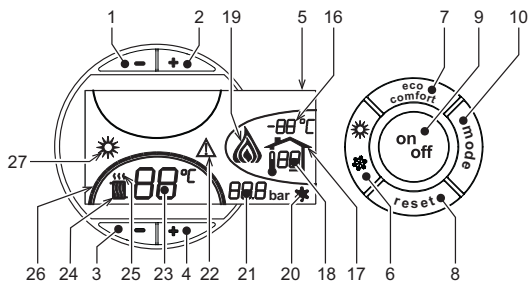
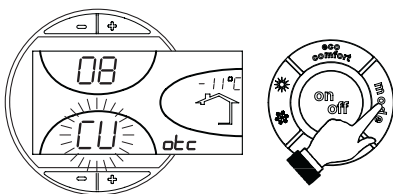
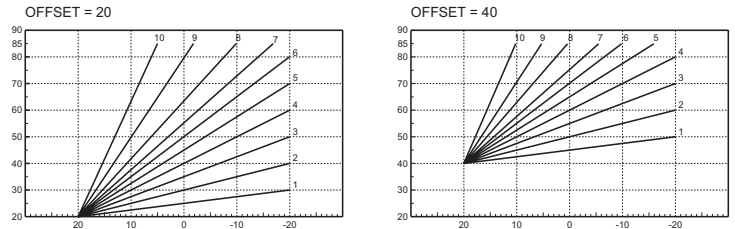

рис. 1 - Панель управления
рис. 9 - Кривая погодозависимого регулирования
рис. 12 - Пример параллельного смещения кривых погодозависимого регулирования
Нажмите клавишу on/off (поз. 9 - рис. 1) в течение 1 секунды.
Для повторного включения котла снова нажмите клавишу on/off (поз. 9 рис. 1) в течение 1 секунды.
- Нажмите кнопку ВКЛ/ВЫКП (9 - рис. 1)
Нажмите клавишу Лето/Зима (поз. 6 - рис. 1) на 1 секунду.
На дисплее высвечивается символ "Лето" (поз. 27 - рис. 1). При этом котел будет вырабатывать только воду для ГВС. Остается активная система защиты от замерзания.
Для выключения режима "Лето" вновь нажмите клавишу Лето/Зима (Поз. 6 - рис. 1) на 1 секунду.
Температура в системе отопления регулируется в пределах от 30 °С до 80 °С с помощью клавиш (поз. 3 и 4 - рис. 1); однако, не рекомендуется эксплуатировать котел при температуре ниже 45 °С.
Температура в системе ГВС регулируется в пределах от 10°С до 65°С с помощью клавиш (поз. 1 и 2 - рис. 1).
При наличии датчика температуры наружного воздуха (опция) на дисплее панели управления (поз. 5 - рис. 1) отображается измеряемая этим датчиком температура. При этом система управления котлом работает в режиме "Плавающая температура". В этом режиме температура воды, подаваемой в систему отопления, регулируется в зависимости от климатических условий внешней среды с тем, чтобы обеспечить максимальный комфорт и экономию энергетических ресурсов в течение всего года. Так, при повышении внешней температуры понижается температура подачи воды в систему отопления, что производится по определенной "кривой погодозависимого регулирования".
С переключением на режим "Плавающей температуры" показатель температуры, устанавливаемый клавишами (дет. 3 и 4 - рис. 1) соответствует максимальной температуре подачи воды в систему отопления. Рекомендуется задавать максимальное значение температуры с тем, чтобы позволить системе регулировать ее по всему рабочему диапазону.
При однократном нажатии клавиши Режим (поз. 10 - рис. 1) на дисплее высвечивается текущая кривая погодозависимого регулирования (рис. 9), которую можно изменить с помощью клавиш задания температуры воды ГВС (поз. 1 и 2 - рис. 1).
При нажатии клавиш регулировки температуры отопления (поз. 3 и 4 - рис. 1) получается доступ к функции параллельного изменения кривых (рис. 12), выполняемого с помощью клавиш регулировки температуры в контуре ГВС (поз. 1 и 2 - рис. 1).
При повторном нажатии клавиши Режим (поз. 10 - рис. 1) осуществляется выход из режима регулировки параллельных кривых.
Если к котлу подключено устройство дистанционного управления с таймером (опция), вышеописанные регулировки производятся в соответствии с указаниями, приведенными в таблице 1. При этом на дисплее пульта управления (поз. 5 - рис. 1) высвечивается температура в помещении, измеряемая устройством дистанционного управления.
Выбор режимов ECO/COMFORT	При выключении режима ГВС с пульта ДУ котел переходит в режим "Эко-поту". В этих условиях клавиша 7рис. 1 - на панели котла отключена. При включении режима ГВС с устройства ДУ с таймером котел устанавливается в режим Comfort. В этих условиях с помощью клавиши 7рис. 1 - на панели управления котла можно выбрать любой из этих двух режимов.